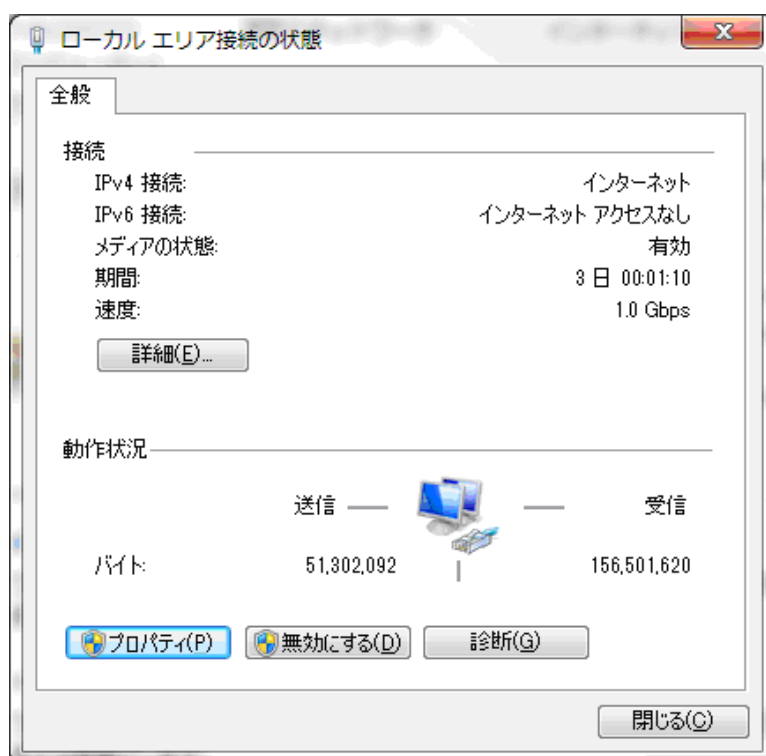

図 9.1-3 ローカルエリア接続の状態
3. 図 9.1-3 のように指定したネットワークアダプタの状態が表示されますので、「プロパティ(P)」をクリックします。